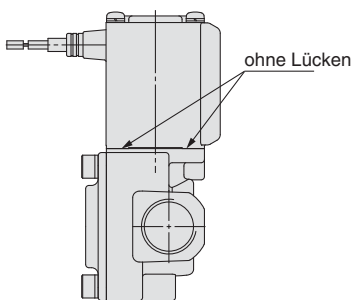

Abb. 1
- 2) Die Spule gegen das Gehäuse drücken und die Schrauben diagonal um mind. 2 Umdrehungen fest ziehen (Abb. 2), so dass keine Lücken zwischen der Spule und dem Gehäuse vorhanden sind (Abb. 1).
* Nach dem Festziehen der Schrauben sicherstellen, dass keine Lücken zwischen der Spule und dem Gehäuse vorhanden sind (Abb. 1).